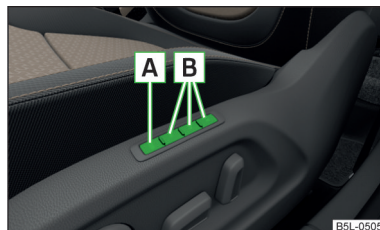

Fig. 61
Funcția Memory pentru scaunul șoferului oferă posibilitatea memorării poziției scaunului șoferului și a oglinzilor exterioare. Fiecăreia din cele trei taste de memorare **B** » fig. 61 îi poate fi alocată câte o poziție de reglare.
- › Apăsați tasta **SET** (poziția **A** » fig. 61).
- › Apăsați tasta de memorare dorită **B** » fig. 61.
› Apăsăți tasta de memorare dorită **B** » fig. 61 ceva mai mult.
› Apăsăți și mențineți apăsată o tastă oarecare de memorare **B** » fig. 61 la pagina 80. După ce scaunul a trecut în poziția memorată la tasta respectivă, apăsați simultan tasta **Ⓜ** de pe cheia cu telecomandă, în interval de 10 secunde.
› Apăsăți tasta **SET** (poziția **A** » fig. 61 la pagina 80) și mențineți-o apăsată. Apăsăți simultan tasta **Ⓜ** de pe cheia cu telecomandă, în decurs de 10 secunde.